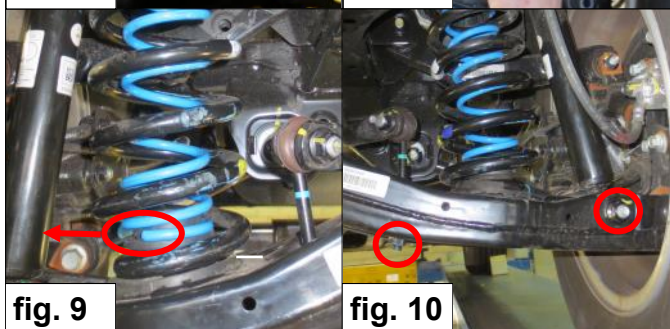

fig. 10
10. Monteer de onderste schokdemperbout en de moer van de stabilisatorstang. *Zie fig. 10.*
10. Mount the lower shock absorber bolt and the lower nut of the stabilizer. *See fig. 10.*
10. Montieren Sie die untere Stoßdämpferschraube und untere Mutter vom Stabilisator. *Siehe Fig. 10.*
10. Installez le boulon de choc inférieur et l'écrou de la stabilisation. *Voir fig. 10.*